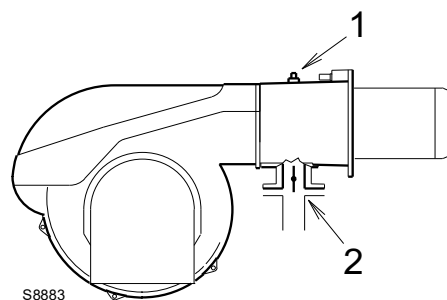

Fig. 19
Pressione del gas misurata alla presa 1)(Fig. 19, pag. 20), con:
Perdita di carico farfalla gas 2)(Fig. 19, pag. 20) con apertura massima: 90°.
- sottrarre dalla pressione del gas alla presa 1)(Fig. 19, pag. 20) la pressione in camera di combustione.
Pressione del gas alla presa 1)(Fig. 19) = 11,7 mbar
Per conoscere invece la pressione del gas necessaria alla presa 1)(Fig. 19), fissata la potenza massima di modulazione alla quale si desidera funzioni il bruciatore:
- Leggere sulla destra, colonna 1, la pressione alla presa 1)(Fig. 19).
pressione necessaria alla presa 1)(Fig. 19).